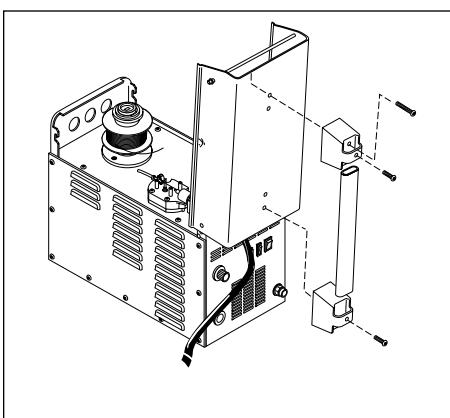

Figura 2 - Ensamblaje Del Mango
- Aperne las tapas del mango de plástico en la cubierta, tal como se muestra (Figura 2).